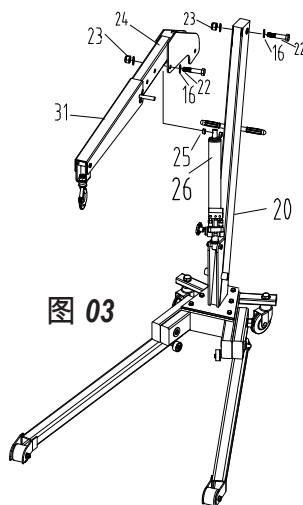

图 03
- 请参见图 03：使用自紧螺母 #23 和螺栓 #22 安装泵 #26。